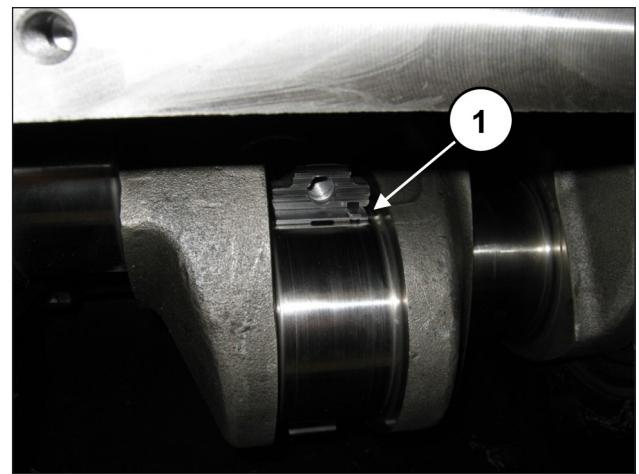

Fig. 65
Inserire i semicuscinietti superiori tra le bielle e l'albero (pos. ①, Fig. 65).